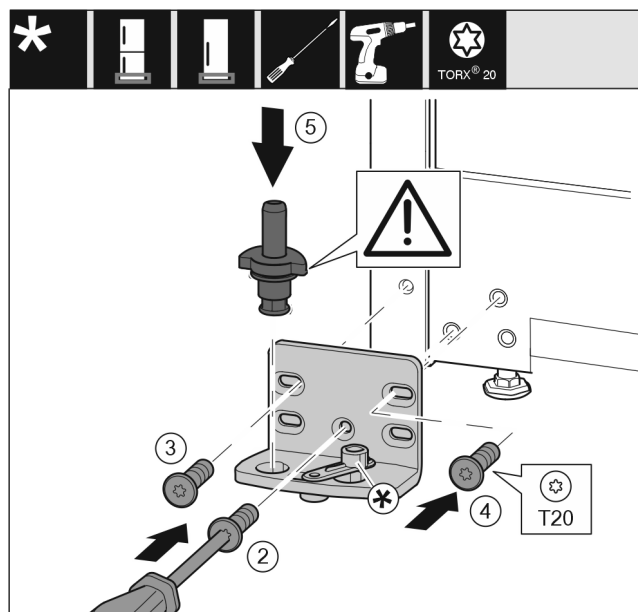

Fig. 18
- Coloque el soporte del cojinete en el otro lado y atornillelo con un destornillador. Comience con el tornillo Fig. 18 (2) en la parte inferior central.
- Atornille el tornillo Fig. 18 (3) y el tornillo Fig. 18 (4).
- Inserte completamente los pernos del cojinete Fig. 18 (5). Asegúrese de que la leva de bloqueo apunte hacia atrás.